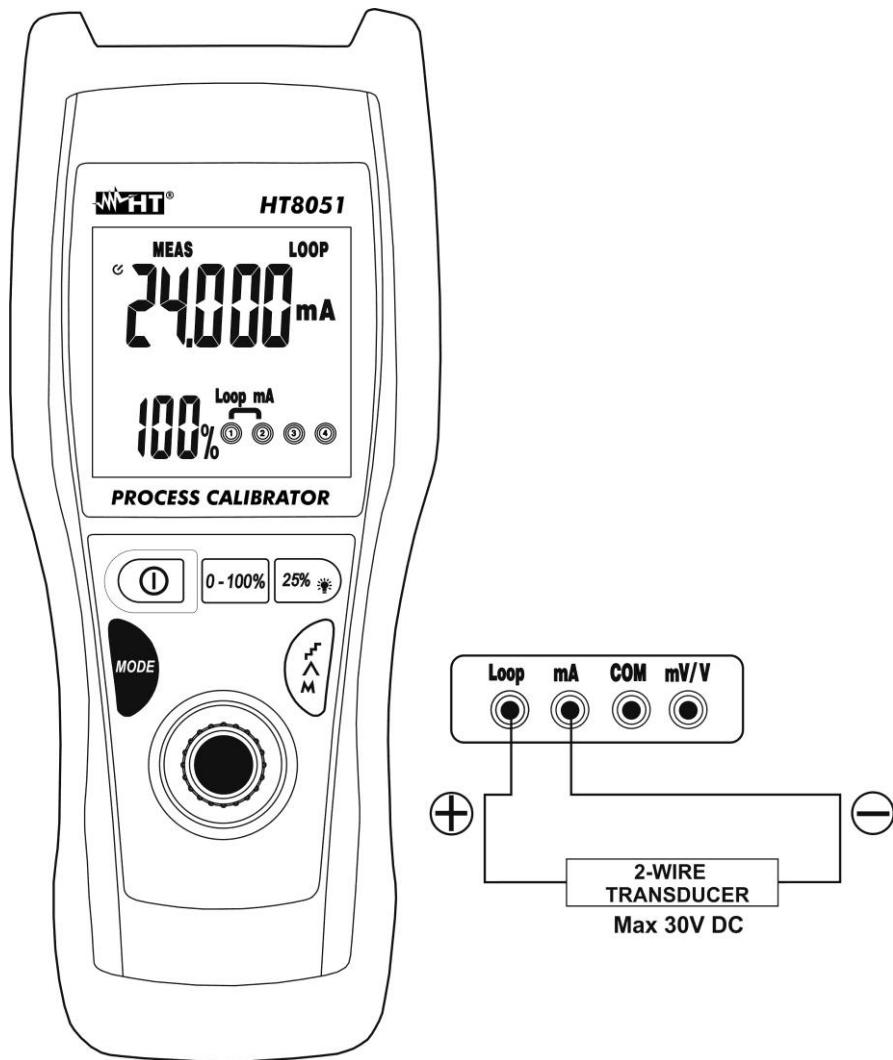

Fig. 7: Medição de correntes CC na saída de transdutores externos (Loop)
- Ligar a ponteira verde e a ponteira preta ao transdutor externo respeitando a polaridade e o sentido da corrente (ver a Fig. 7).
- A mensagem “-OL-” indica que a corrente em exame excede o valor máximo mensurável pelo instrumento. Para a geração do valor negativo da tensão, rodar as ponteiras de medida no sentido oposto em relação à ligação da Fig. 7.